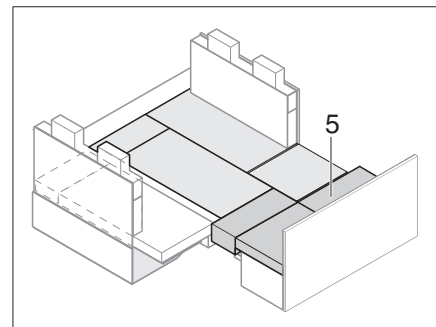

Fig. 219 Después de la ampliación
- Introducir los cojines adicionales (Fig. 219,5).